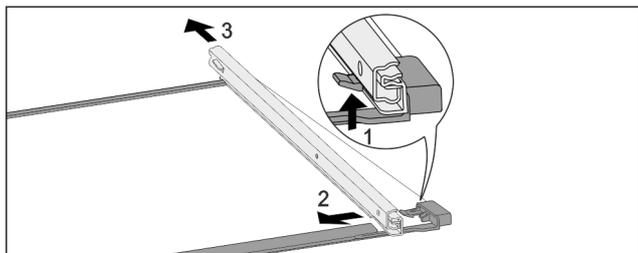

Fig. 151 带轨道的玻璃隔板
- ▶ 向上按前端的锁定钩。 Fig. 151 (1)
- ▶ 将牵伸轨推向一侧 Fig. 151 (2)，然后向后 Fig. 151 (3) 推。